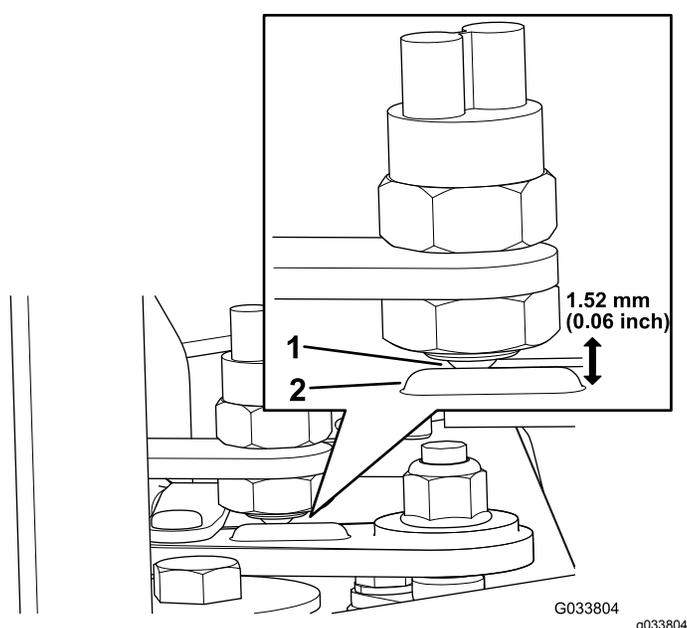

Рисунок 5
2. Убедитесь в том, что шариковый переключатель находится перед выступом на рычаге переключения передач (Рисунок 5).
3. Отрегулируйте глубину шарикового переключателя так, чтобы между выступом на рычаге переключения передач и лицевой поверхностью шарикового переключателя был зазор 1,5 мм (Рисунок 5).